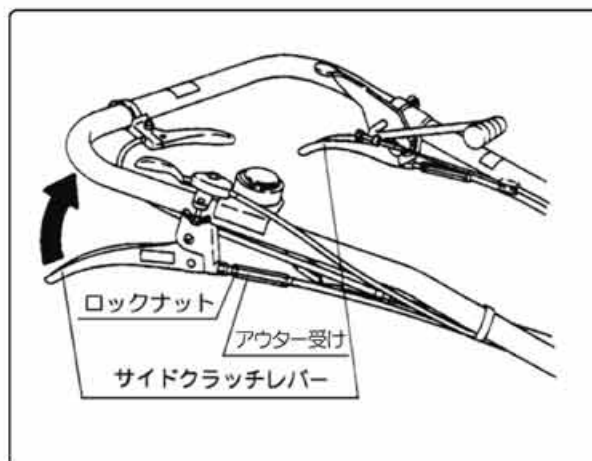

図24
- ①旋回したい側のサイドクラッチレバーを握って旋回します。サイドクラッチレバーが重たくて切れにくい場合は、旋回したい方にハンドルを振ってからサイドクラッチレバーを操作してください。サイドクラッチの調整はロックナットをゆるめ、アウター受けを回すことによりアウターの長さを変えておこないます。レバーつけ根の所の遊びが1～2mmになるように調節してください。調整が終わったらロックナットを回してアウター受けがゆるまないように締めてください。(図24)